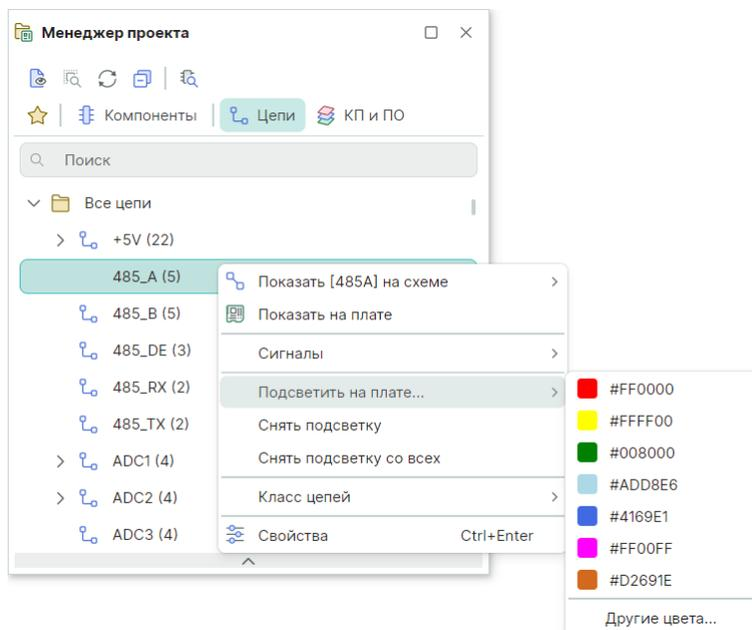

Рис. 522 Включение особого цвета отображения для цепи
1. Выберите цепь в «Менеджере проекта» и воспользуйтесь пунктом контекстного меню «Подсветить на плате», см. Рис. 522.